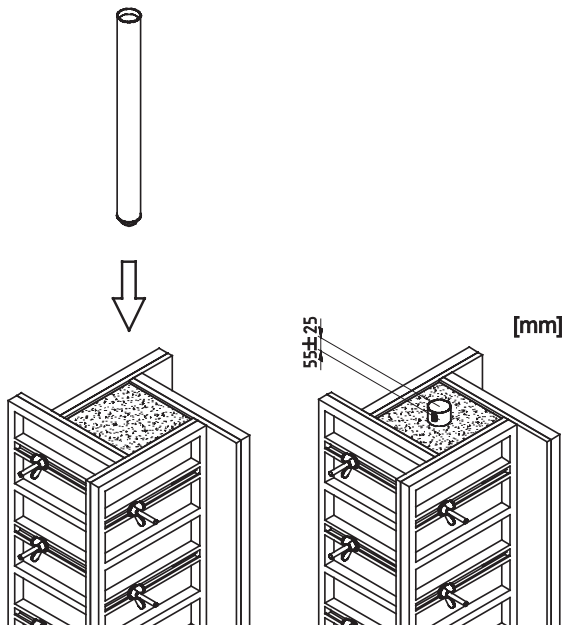

Abbildung 16. Platzieren der Einbetonierhülse in der Betonstütze
1. Nachdem der Beton in die Stützform gegossen wurde, platzieren Sie eine Einbetonierhülse in der oberen Seite der Stütze, während der Beton noch feucht ist. Die Hülse muss 30-80 mm über die Oberseite der Stütze hinausragen. Siehe Abbildung 16. Die Hülse wird als Aufnahme für den SkyReach Anker verwendet.